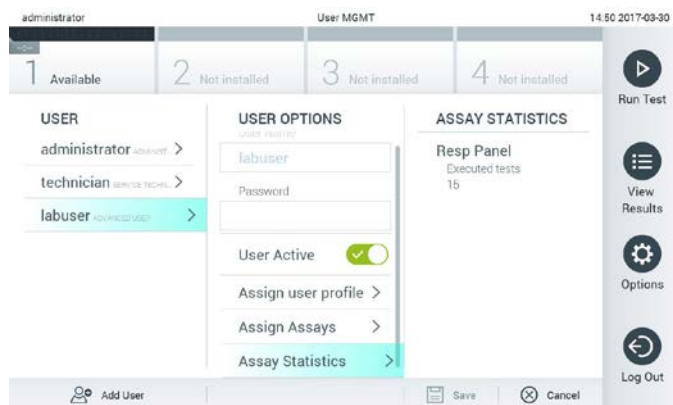

Figura 55. Visualizando as estatísticas do ensaio.
- Assay Statistics (Estatísticas do ensaio): exibe o número de vezes que um ensaio foi realizado pelo usuário selecionado (Figura 55).